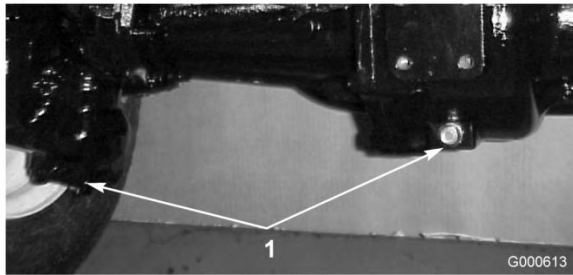

Figura 48
2. Limpe a zona em redor dos (3) tampões de escoamento, (1) em cada extremidade e (1) no centro (Figura 48).